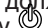

Рис. 39
3) Отображаются символы и (рис. 39)